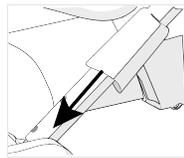

Abbildung 19
- Drehen Sie eine der Kunststoffmanschetten so, dass sie an der darunter liegende Fläche ausgerichtet ist, und drücken Sie die Manschette dann nach unten, um sie zu fixieren (Abbildung 19). Wiederholen Sie diesen Schritt, um die andere Kunststoffmanschette zu positionieren.